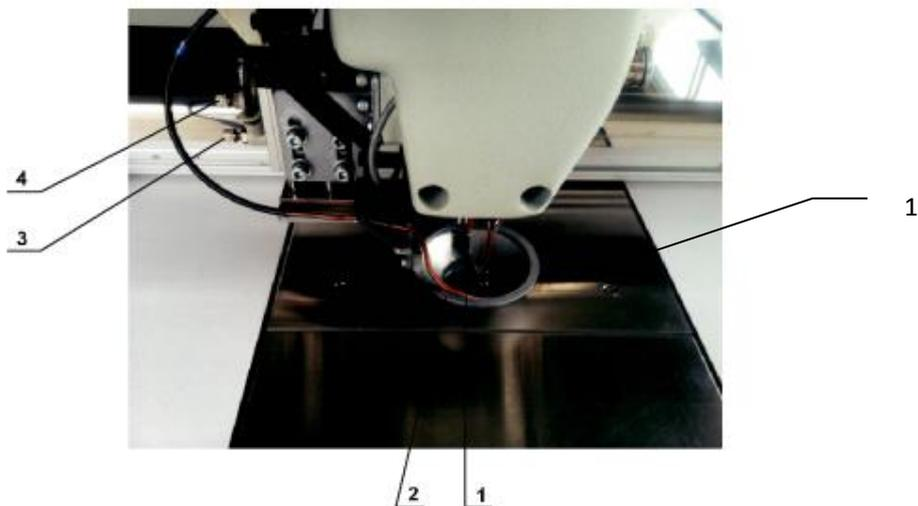

图 22
## 2.9 调节中压脚压力（图 22 件 1）
## 2.11 调节辅助压脚压力（图 22）
2.11.2 如图 22，调节辅助压脚气缸上、下节流阀 3、4，调节辅助压脚上下移动速度和压力。
根据缝纫的实际情况，更换辅助压脚或拆卸不同，图 22 为辅助大压脚 1（出厂以安装），图 23 为辅助小压脚及连接板，更换时，使压脚底平面与大针板平行，两者高度根据缝料的实际情况调整，与中压脚不能碰。